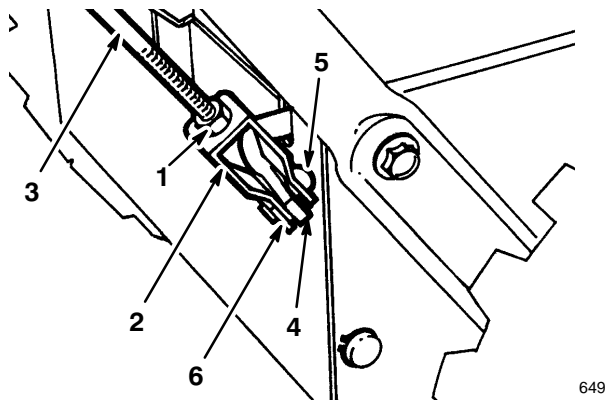

Abbildung 8
- Die Gegenmutter über der Lastöse an der oberen Betätigungsstange lösen (Abb. 8).
- Die Löcher in Lastöse und unterer Betätigungsstange aufeinander ausrichten und den Lastösenbolzen einsetzen (Abb. 8).
- Zum Einstellen des Abstandes den Lastösenbolzen herausnehmen, die Gegenmutter lösen und die Lastöse weiter nach oben oder unten schrauben, um den Abstand zwischen dem Handgriff und dem Spindel-/Gebläseantriebshebel zu vergrößern oder zu verkleinern (Abb. 8).
- Wenn die Einstellung richtig ist, den Lastösenbolzen wieder einsetzen und mit dem Splint sichern (Abb. 8).
- Die Gegenmutter anziehen, um die Lastöse zu sichern (Abb. 8).